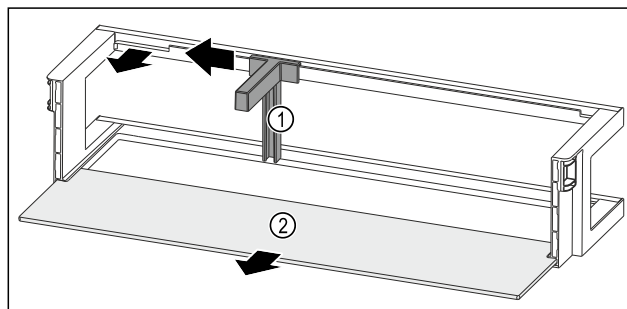

Fig. 187 Polica u vratima s držačem boca i policom za odlaganje
- Držač za boce Fig. 187 (1) pogurnite do otvora na stranu.
- Izvadite držač za boce Fig. 187 (1).
- Izvadite policu Fig. 187 (2).